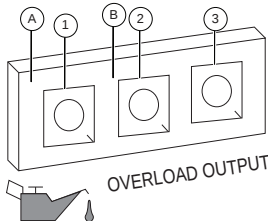

Figure 3-3. Défaut avec arrêt
REMARQUE IMPORTANTE : Voir Figure 3-3. **Ne pas surcharger la génératrice ni les prises individuelles. En cas de surcharge, le voyant de surcharge (A) s'allume et la tension de sortie est coupée. Pour corriger la situation, voir Voyants d'état de la génératrice. Lire attentivement la section Connaitre les limites de la génératrice.**